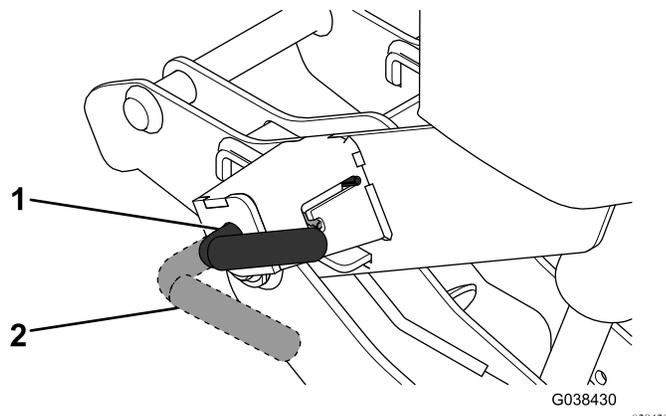

Figura 21
3. Mientras tira hacia arriba del mango del acoplador, lleve las palancas en los acopladores a la posición APAGADO (Figura 21).